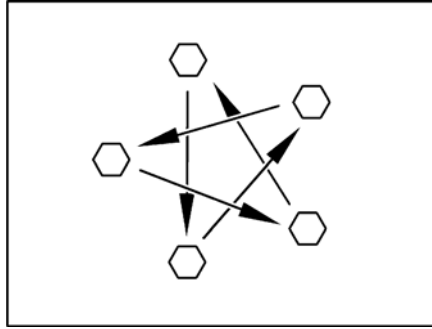

Bild 165 Radmuttern oder Radschrauben über Kreuz anziehen
- Radmuttern oder Radschrauben regelmäßig auf festen Sitz prüfen. Radmuttern oder Radschrauben eines ausgewechselten Rades nach 50 km über Kreuz nachziehen (Bild 165). Anzugsdrehmoment siehe Abschnitt 15.5.2.
- ▷ Radmuttern oder Radschrauben über Kreuz anziehen (Bild 165).